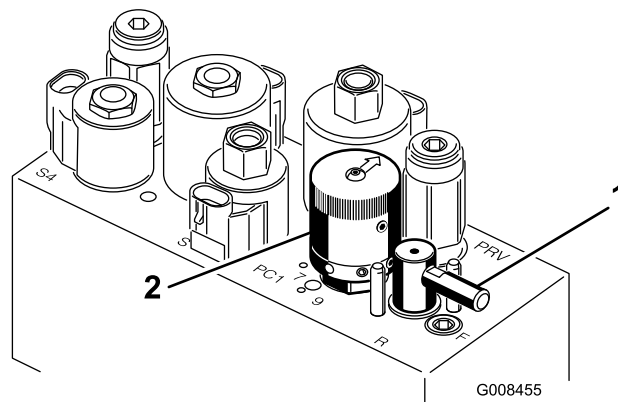

Bild 56
5. Drehen Sie den Lämphebel auf R (Bild 56).
6. Drehen Sie den Spindeldrehzahlregler auf 1 (Bild 56).